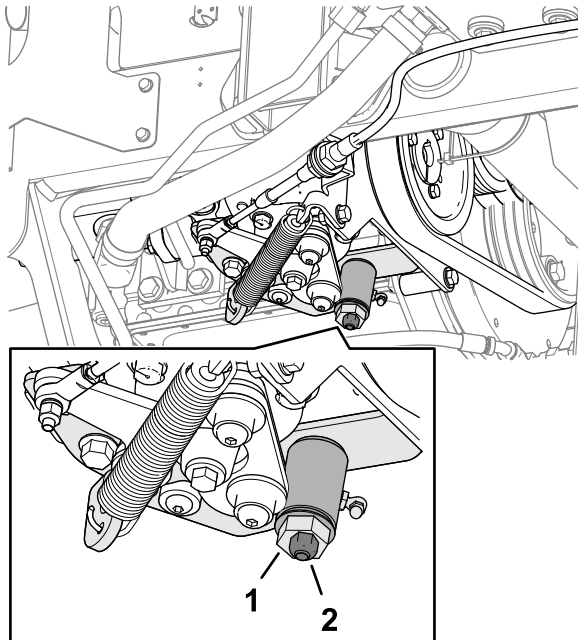

Figura 70
3. Serrate il dado di bloccaggio sulla camma di regolazione della trazione. (Figura 70).